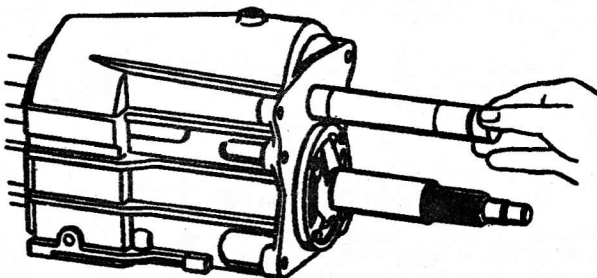

Рис. 124. Установка оси блока шестерен
- вставить ось блока шестерен с подшипниками в картер коробки передач и в отверстие блока шестерен (рис. 124);